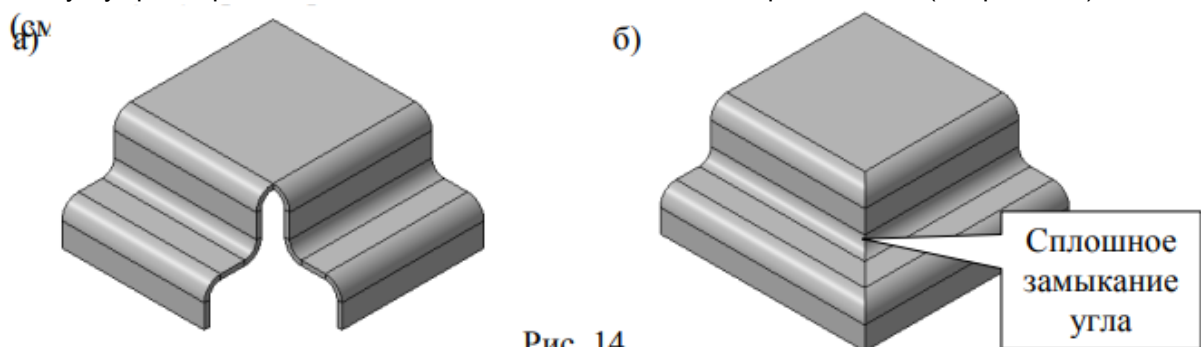

Рис. 14
46. Какие параметры необходимо задействовать на Панели свойств системы КОМПАС-3D, чтобы, при использовании операции Замыкание углов (см. рис. 14, а), стало возможным создание сплошного замыкания, примыкающих к углу трехмерной модели листовой детали, сгибов и их продолжений (см. рис. 2, б)?
47. Какие численные значения радиуса (R) необходимо задать в соответствующих полях ввода на Панели свойств системы КОМПАС-3D, чтобы, при Рис. 14 а) б) Сплошное замыкание угла использовании операции Открытая штамповка, стало возможным создание трехмерной модели открытой штамповки листовой детали с радиусом скругления (Rск) ее внешних боковых ребер и внутренних ребер основания равным толщине листового материала (S)?
- а) Радиус (R) должен быть равен S мм.
- б) Радиус (R) должен быть равен 0 мм.
- в) Радиус (R) должен быть равен (-S) мм.
- г) Радиус (R) должен быть равен S/2 мм.